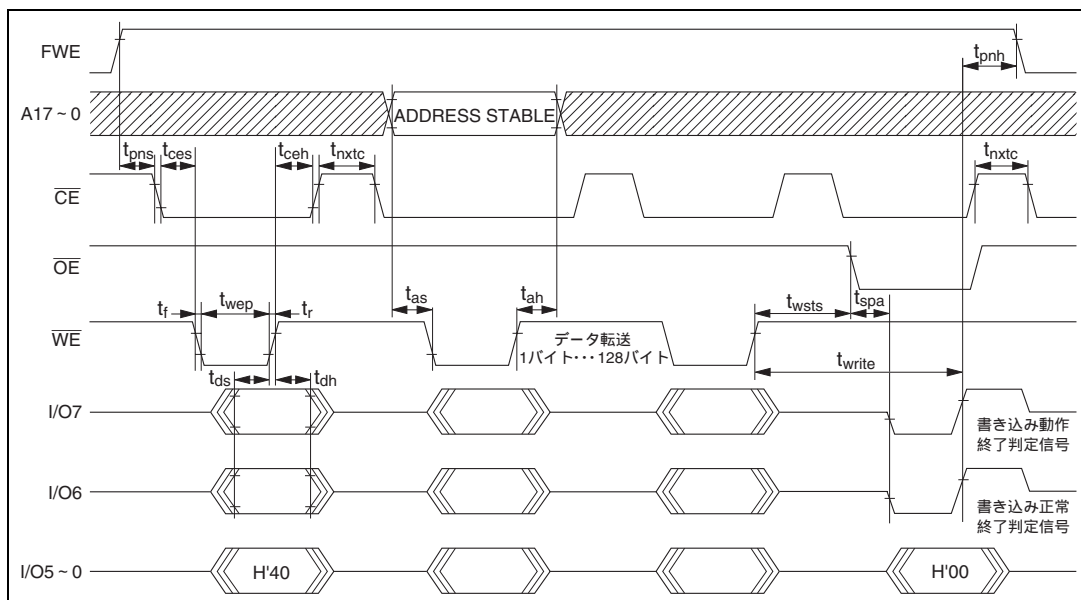

図 19.24 自動書き込みモードのタイミング波形
- (1) 自動書き込みモードでは、128バイト同時書き込みを行います。これは、バイトデータを128回連続で転送してください。
- (2) 128バイト以下の書き込みでも128バイトのデータ転送を行う必要があります。必要ないアドレスへのメモリ書き込みは、データをH'FFにして書き込みを行う必要があります。
- (3) 転送するアドレスの下位8ビットは、H'00、H'80でなければなりません。有効アドレス以外を入力した場合は、メモリ書き込み動作に移行しますが、書き込みエラーとなります。
- (4) メモリアドレスの転送は、第2サイクルで行います(図19.24)。第3サイクル以降では転送しないでください。
- (5) 書き込み動作中は、コマンド書き込みを行わないでください。
- (6) 書き込みは、各アドレスの128バイト単位のブロックに対して、1回の自動書き込みで行ってください。すでに書き込まれたアドレスブロックへの2回以上の追加書き込みは行えません。
- (7) 自動書き込み正常終了の確認には、I/O6を調べることにより行います。または、ステータス読み出しモードを使用しても確認できます(I/O7のステータス出力は、自動書き込み動作終
- (8) ステータスポーリングのI/O6、I/O7端子情報は、次のコマンド書き込みまで保持されます。次のコマンド書き込みが行われていなければ、CE、OEをイネーブルにすることにより読み出し可能となります。